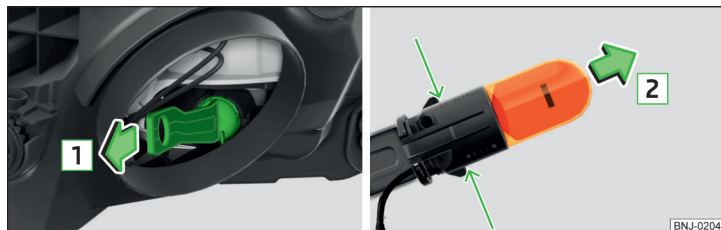

Fig. 212 Sostituzione della lampadina per l'indicatore di direzione
- Estrarre lo zoccolo con la lampadina con movimenti oscillanti nella direzione indicata dalla freccia **[1]** » fig. 212.